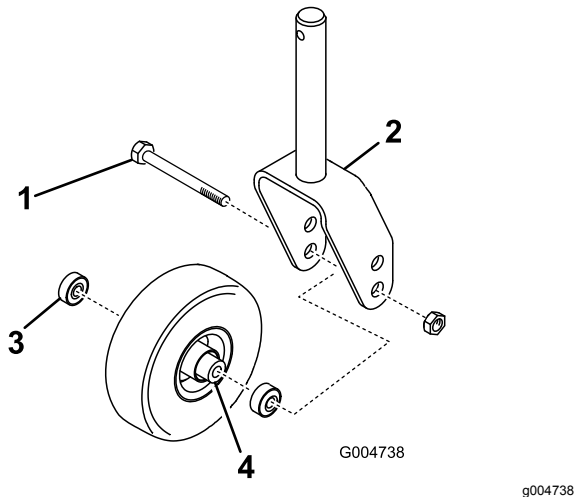

Figura 29
1. Togliete il dado di bloccaggio dal bullone che fissa la rotella orientabile alla forcella (Figura 29). Afferrate la ruota orientabile ed estraete la vite a testa cilindrica dalla forcella o dal braccio di rotazione.
2. Togliete il cuscinetto dal mozzo della ruota e lasciate cadere il distanziale del cuscinetto (Figura 29). Togliete il cuscinetto dalla parte opposta del mozzo della ruota.